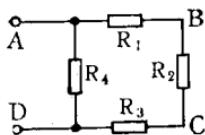
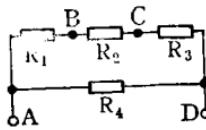

图 1-1
图 1-2
【答】 图1-1所示电路中既有电阻的串联，又有电阻的并联。计算AD两端之间等值电阻的步骤如下：
(1) 分析整个电路的组成，必要时可先把电路整理成显见易懂的串并联关系，如将图 1-1 改画成图 1-2。
(2) 根据串联电路的电阻计算公式，计算出